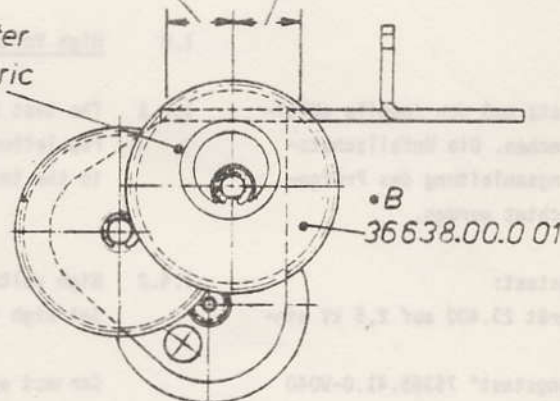

Abb. 3
1.2.1 Für die Justage der Null-Lage (Autofocus-Mittenstellung) ist die Stellung des Exzenterzahnades 36638.00.X entscheidend. In der Null-Lage soll die Stellung des Exzenters \bullet B mit der Abbildung 3 übereinstimmen.